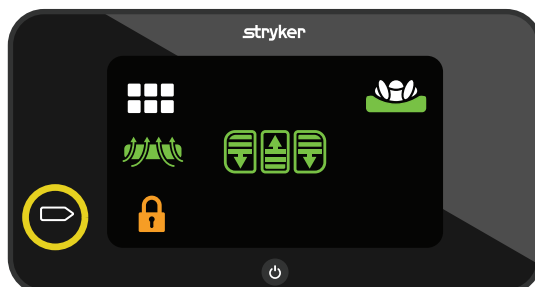

Figure 22 – Écran verrouillé
2. Pour déverrouiller l'écran, maintenir enfoncé pendant 2 secondes le bouton d'action en regard de l'icône **Verrouillé** (Figure 22).